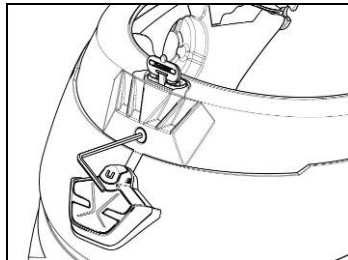

Fig. 7
- Rimontare la guarnizione di bordo fissandola con l'apposita vite (Fig. 7).